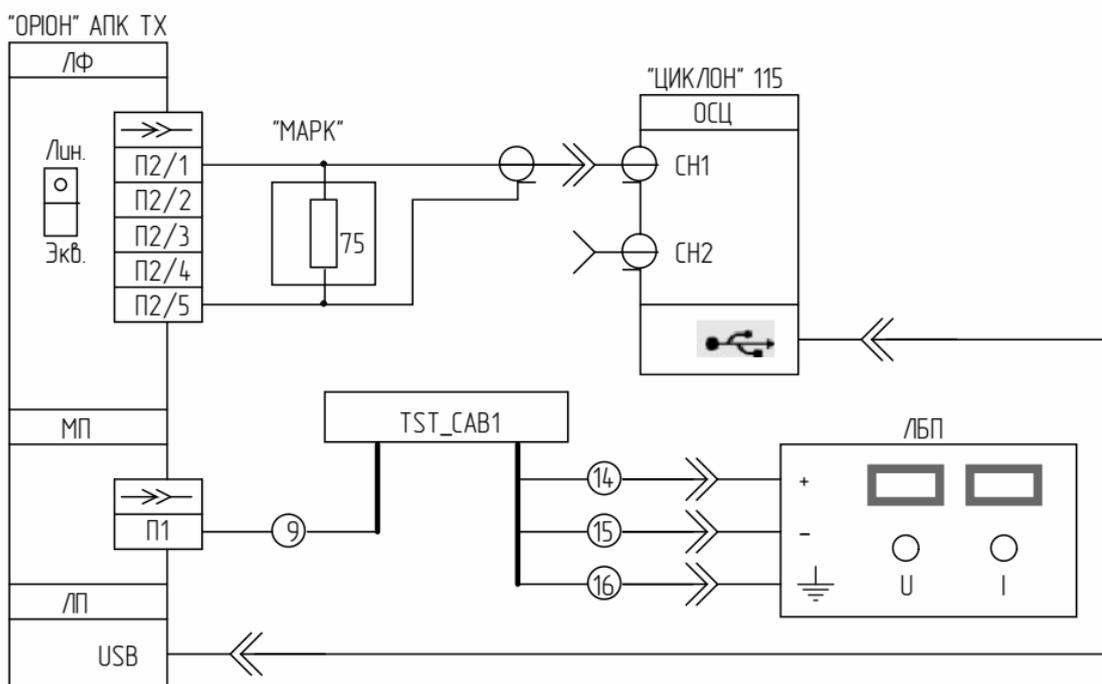

Рисунок 8.16.2 – Схема подключения
- 1) Подключить «ОРИОН» АПК ТХ к ЛБП с помощью тестовых кабелей «TST\_CAB1» (см. рисунок 8.16.2);